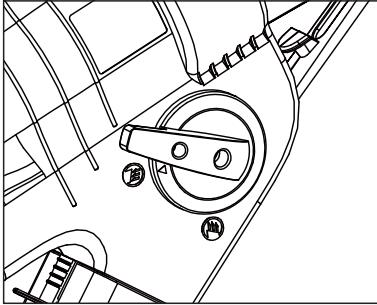

Fig. 9
2. Pour utiliser l'outil dans le mode aspirateur, déplacez le sélecteur de mode [10] sur la position  (Fig. 9).